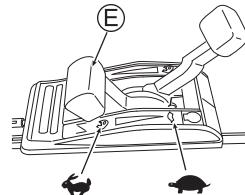

Fig. 13
- Vérifiez qu'il n'y a personne derrière vous lorsque vous tirez sur la poignée du lanceur (V).
- Attrapez fermement la poignée du lanceur (V) lorsque vous le tirez.
- Remettez doucement la poignée du lanceur (V) dans sa position initiale.
5. Faites chauffer la machine avant de l'utiliser. Une fois que le moteur est chaud, commencez à tondre en plaçant la manette des gaz (E) sur la position "". (Voir Fig. 13)